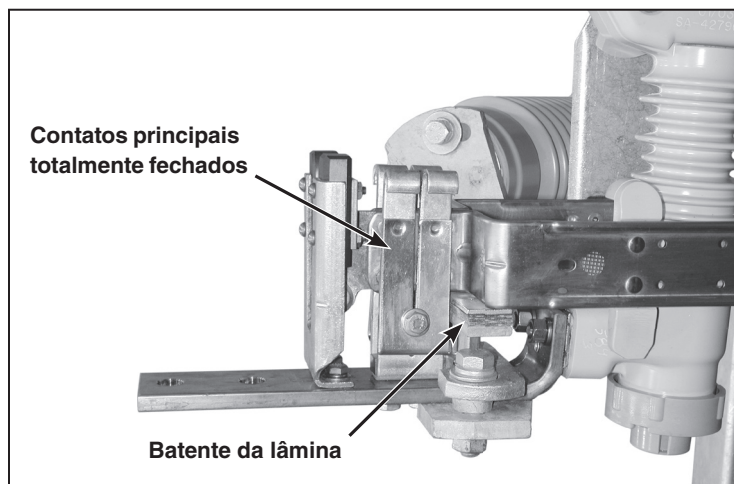

Figura 39. Verificação da lâmina totalmente fechada.
- Com a alavanca de operação levada até o limite da direção de fechamento, todos os contatos principais da chave interruptora estão totalmente fechados, com as lâminas tocando em seus pontos de parada. Ver Figura 39.